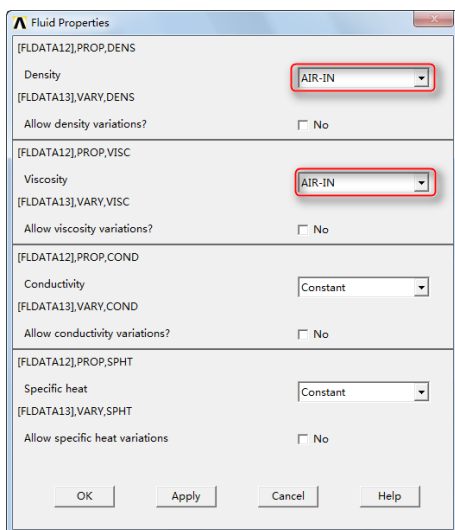

图 5-23 定义流体的物理属性
①依次选择 Main Menu→Solution→FLOTRAN Set up→Fluid Properties，会弹出“Fluid Properties”对话框，如图 5-23 所示。
②在“Density”和“Viscosity”下拉列表中选择 Air-IN 选项，单击“OK”按钮。在“Fluid Properties”对话框中单击“OK”按钮，会弹出“CFD Flow Properties”对话框，